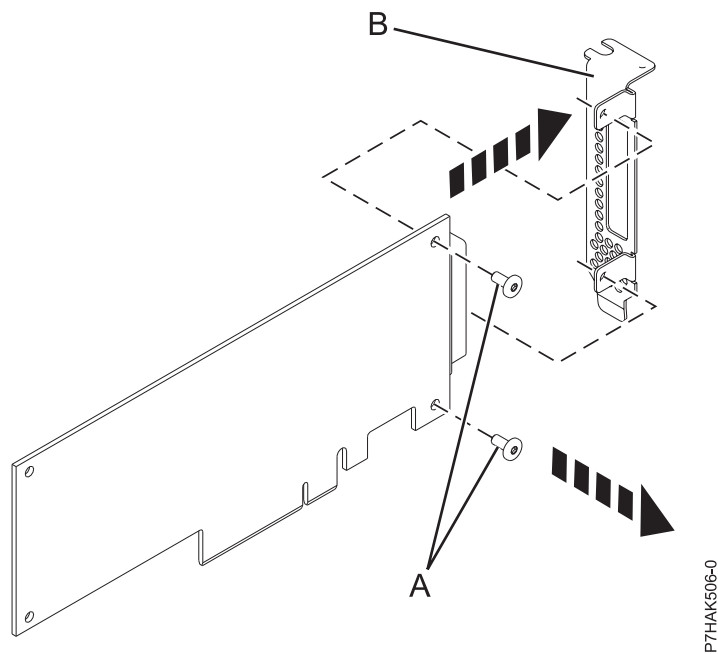

図 29. PCIe アダプターからのローブプロファイル・テール・ストックの取り外し
2. 52 ページの図 29 に示すように、プラスのねじ回しを使用して、テール・ストック **(B)** を PCIe アダプターに取り付けている 2 個のねじ **(A)** を外します。